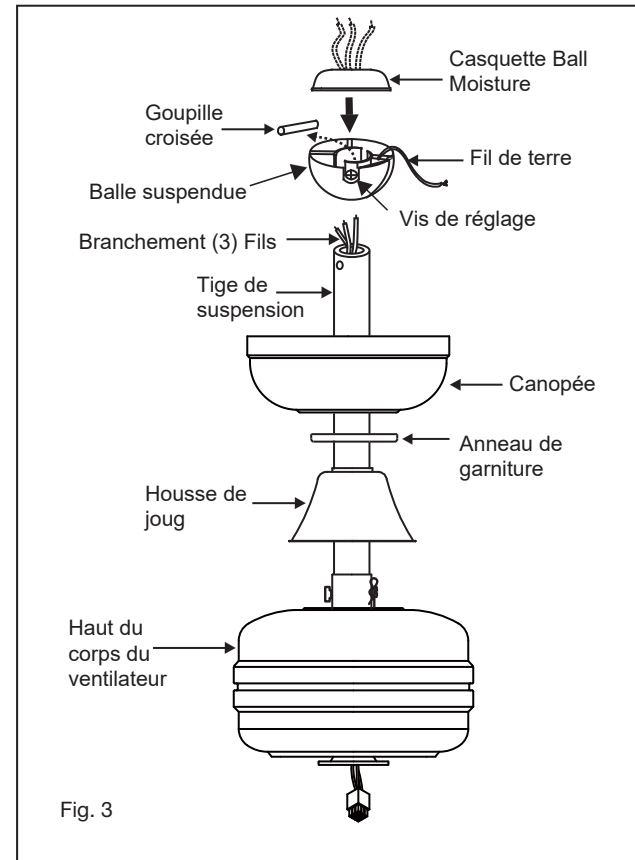

Fig. 3
- 6 Glissez le couvercle de l'étrier, l'anneau de garniture et la verrière sur la tige de suspension. (Fig.3)
- 8 Faites passer les fils à travers les trous du capuchon d'humidité de la bille en caoutchouc et faites glisser le capuchon vers le bas sur le dessus de la bille. (Fig.3)